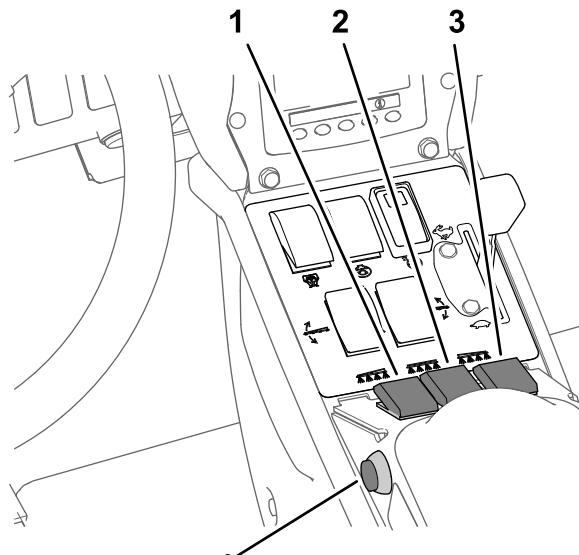

Figura 41
- Ponga los interruptores de sección de fumigación en la posición de ACTIVADO (Figura 41).
- Conduzca a la velocidad deseada y luego ponga el interruptor maestro en la posición de ACTIVADO para empezar a fumigar (Figura 41).
- Ponga el interruptor maestro en la posición de DESACTIVADO; consulte Figura 41, en Fumigación en el Modo de caudal de aplicación (página 37).
- Ponga los interruptores individuales de las secciones que desea utilizar en la posición de ACTIVADO; consulte Figura 41 en Fumigación en el Modo de caudal de aplicación (página 37).
- Conduzca a la velocidad deseada y luego ponga el interruptor maestro en la posición de ACTIVADO para empezar a fumigar; consulte Figura 41, en Fumigación en el Modo de caudal de aplicación (página 37).